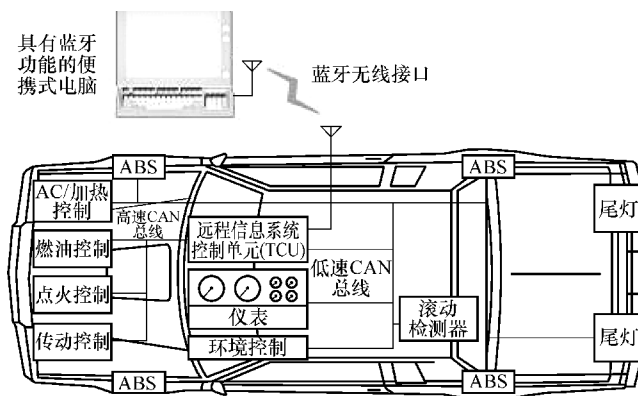

图 2-60 远程诊断系统的结构
(1) 定义 远程诊断技术就是将汽车的控制单元通过短程无线通信技术与便携式电脑相连, 实现远程维修服务。
(2) 工作过程 如图 2-60 所示, 远程诊断主要通过具有蓝牙功能的便携式电脑上的网络浏览器来访问远程信息控制系统 (TCU), 技术人员无论处在车内或车外的任何位置, 都可以监控和操作汽车的传感器及控制单元。